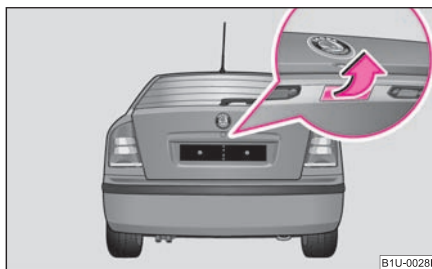

Fig. 34 Clapeta capacului portbagajului
Prin încuiere și descuiere, datorită închiderii centralizate **toate** ușile se încuie și se descuie în același timp. Capacul portbagajului se va încuia la închidere. El se poate deschide apăsând pe mânerul de deasupra numărului de înmatriculare ⇒ pagina 38, fig. 34.
- Apăsați asupra profilului de prindere ⇒ fig. 34 și ridicați simultan capacul portbagajului.